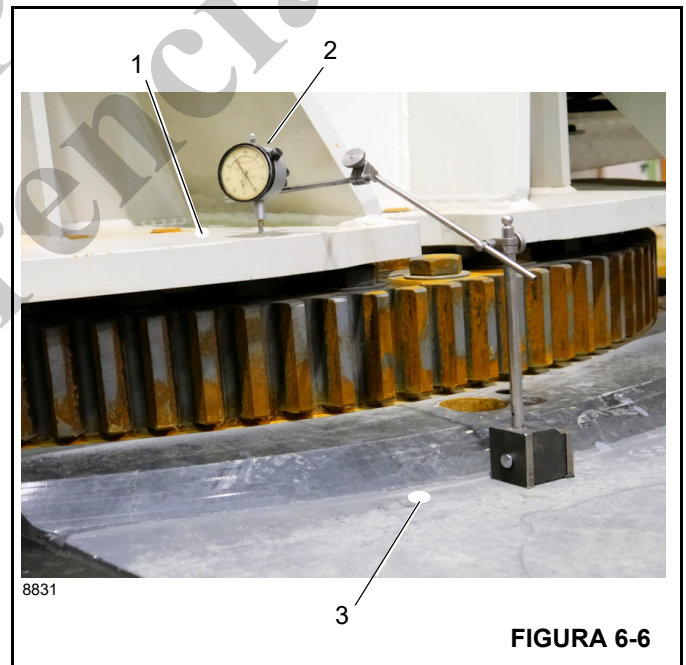

FIGURA 6-6
2. Coloque un indicador de cuadrante (2, Figura 6-6) en el lado opuesto al de la pluma, en el bastidor de la caja de torsión (3).
3. Coloque el cuadrante encima de la placa del cojinete de torreta (1, Figura 6-6).